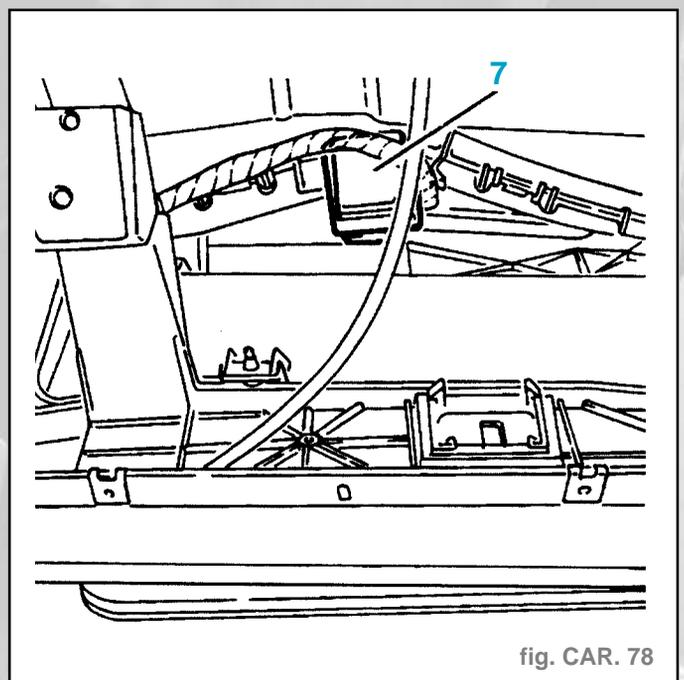

fig. CAR. 78
- (7) Thermostat électronique température habitacle (situé derrière la boîte à gants, accessible en déposant le vide-poches supérieur) (fig. CAR. 78).